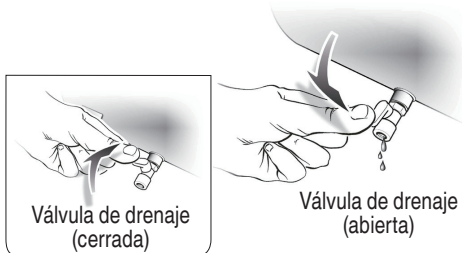

Fig. 12
#### **Para vaciar el tanque: (Fig. 12)**
- Abra la válvula de drenaje situada en la parte inferior del depósito (Fig. 12). La presión del tanque debe estar por debajo de 10 psi cuando se drene el tanque.